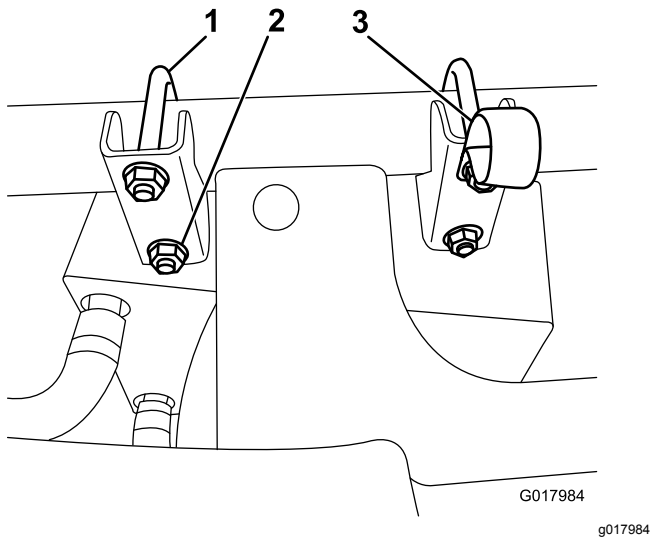

Figura 4
2. Fixe o aquecedor e o conjunto do suporte ao tubo da estrutura da frente utilizando as cavilhas em U e as porcas flangeadas (**Figura 4**).
3. Fixe o grampo em R debaixo da porca superior mais perto do centro da máquina (**Figura 4**).